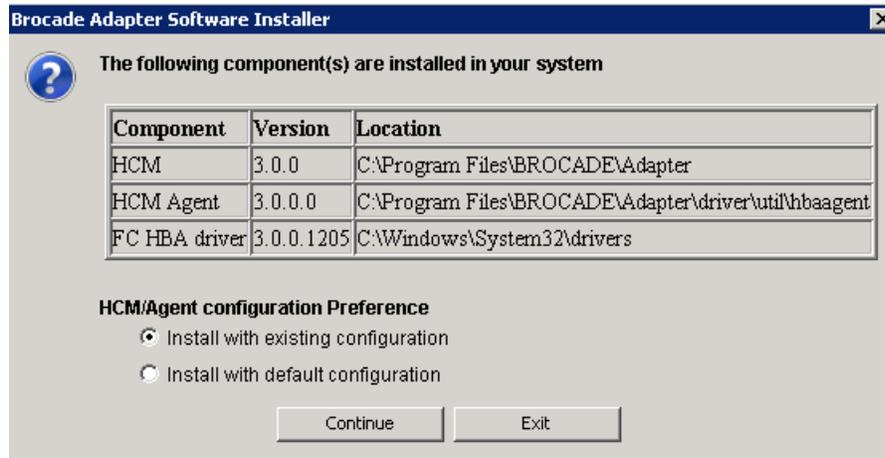

FIGURE 12 Écran des composants du logiciel existants déjà installés
6. Si un écran répertorient les composants logiciels existants déjà installés sur le système, comme celui illustré sur la Figure 12 à la page 77, s'affiche, sélectionnez une des options suivantes, cliquez sur **Continue** (Continuer), puis passez à l'étape 10.